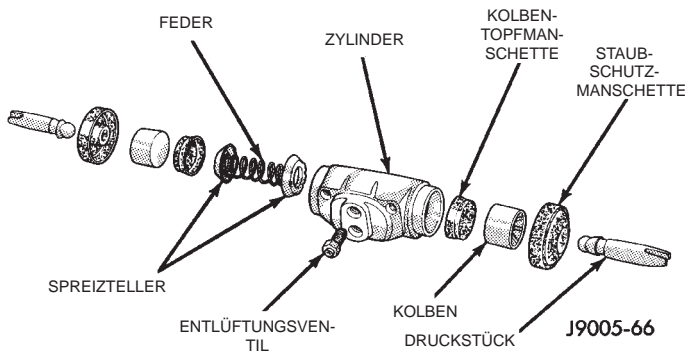

Abb. 56 Bauteile des Radbremszylinders — Typisch
- (1) Druckstücke und Staubschutzmanschetten entfernen (Abb. 56).
- (2) Kolben, Topfmanschetten und Federn mit Spreiztellern aus der Zylinderbohrung herausnehmen.
- (3) Das Entlüftungsventil ausbauen.